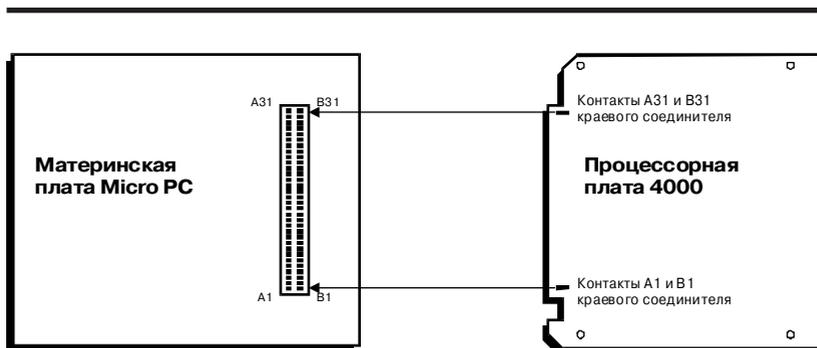

Рис. 2. Ориентация краевого печатного соединителя при установке
Убедитесь в правильности ориентации модуля в установочном конструктиве. Контакты Vcc и GND модуля должны соответствовать одноименным контактам объединительной платы конструктива. Взаимное расположение модуля 5066 и конструктива при правильной установке показано на рис. 2.
2. Вставьте модуль 5066 в соединитель объединительной платы с соблюдением соответствия взаимной ориентации краевого печатного соединителя модуля и розетки объединительной платы. Взаимное расположение модуля 5066 и объединительной платы при правильной установке приведено на рис. 2 и 8.